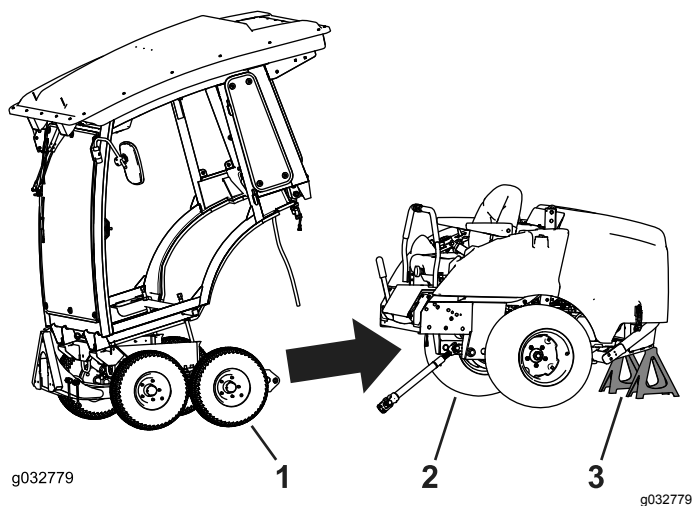

Рисунок 68
- Совместите зимнюю раму с рамой машины и откатите ее назад (Рисунок 68).
3. Установите подъемные опоры под машиной (Рисунок 68).